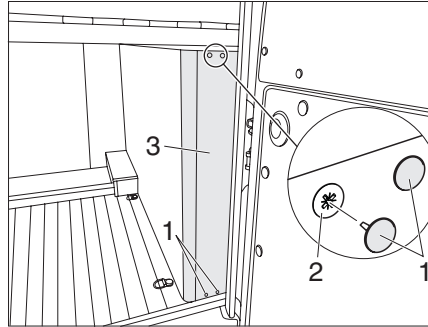

Fig. 113 Panel en la parte trasera del vehículo
Para alcanzar las luces traseras del vehículo, debe soltarse primero el panel (Fig. 113,3).
- ▶ Quitar las cuatro tapas de tornillo (Fig. 113,1).
- ▶ Desenroscar los cuatro tornillos de estrella (Fig. 113,2).
- ▶ Retirar el panel (Fig. 113,3). Las luces del vehículo son ahora accesibles.